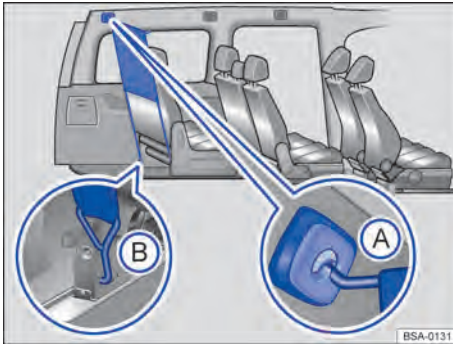

Abb. 158 Netztrennwand hinter der dritten Sitzreihe eingebaut.
1. Netztrennwand in die *hintere linke* Aufnahme im Dach einhaken → **Abb. 158 (A)**. Darauf achten, dass die Querstange über die obere Position hinaus nach unten gezogen wird.
3. Netztrennwand in der Sitzbefestigung einhaken → **Abb. 158 (B)**.